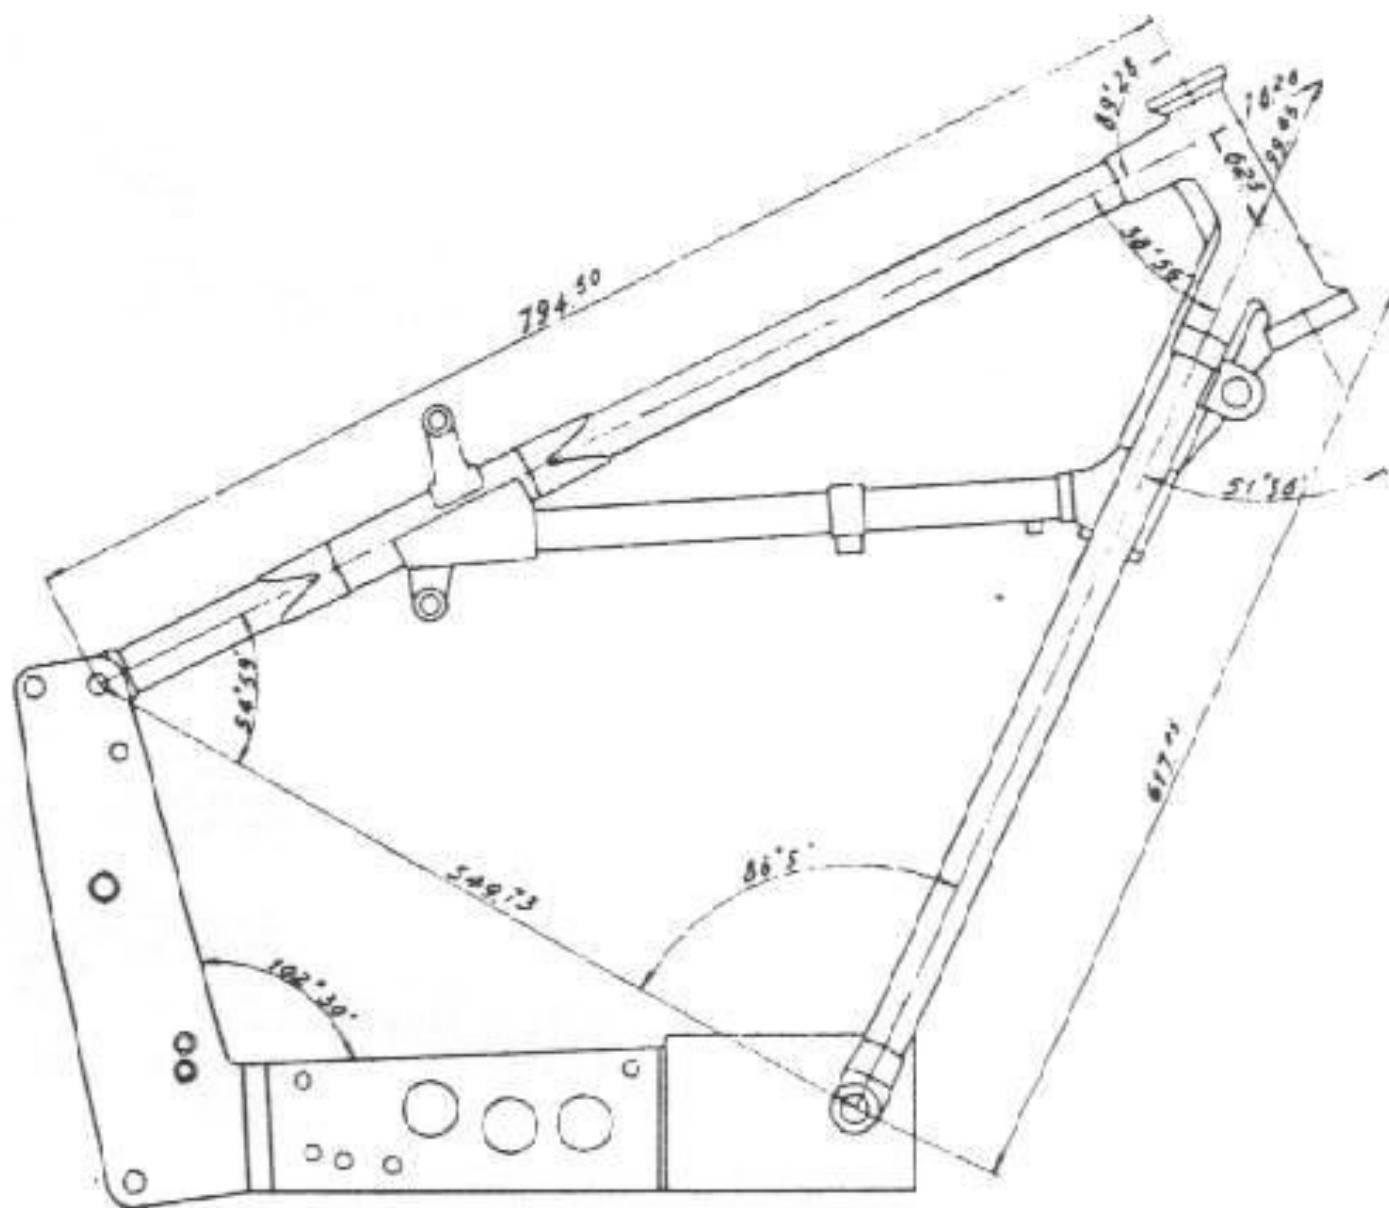

Fig. 81
*Verificare* il gioco fra il perno del forcellone oscillante e le bronzine relative. Non deve eccedere mm. 0,10. La fig. 81 dà le misure principali del telaio.